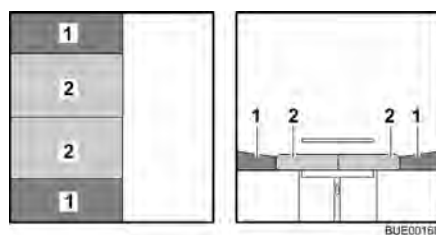

Fig. 82 Dopo la trasformazione
- Tirare i cuscini del divano (Fig. 82,2) verso il centro.
- Posizionare i cuscini dello schienale (Fig. 82,1) tra i cuscini del divano e la parete.